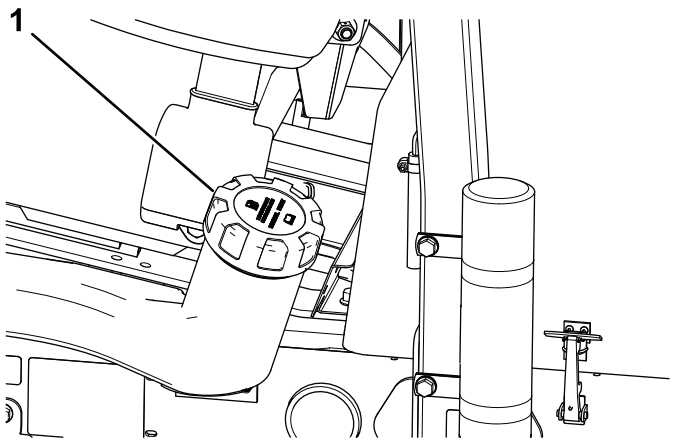

Bild 31
2. Reinigen Sie den Bereich um den Tankdeckel (Bild 31).